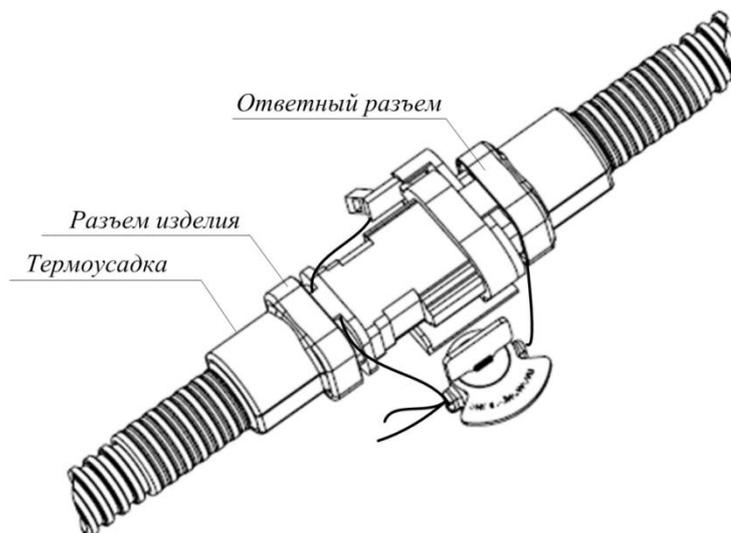

Рисунок 18
Для датчика уровня топлива установить защитную пломбу на разъем (Рисунок 18).
- 1) Продеть пломбировочную проволоку через отверстия разъемов изделия и ответного разъема, таким образом, чтобы проволока проходила с разных сторон разъемов (Рисунок 18).